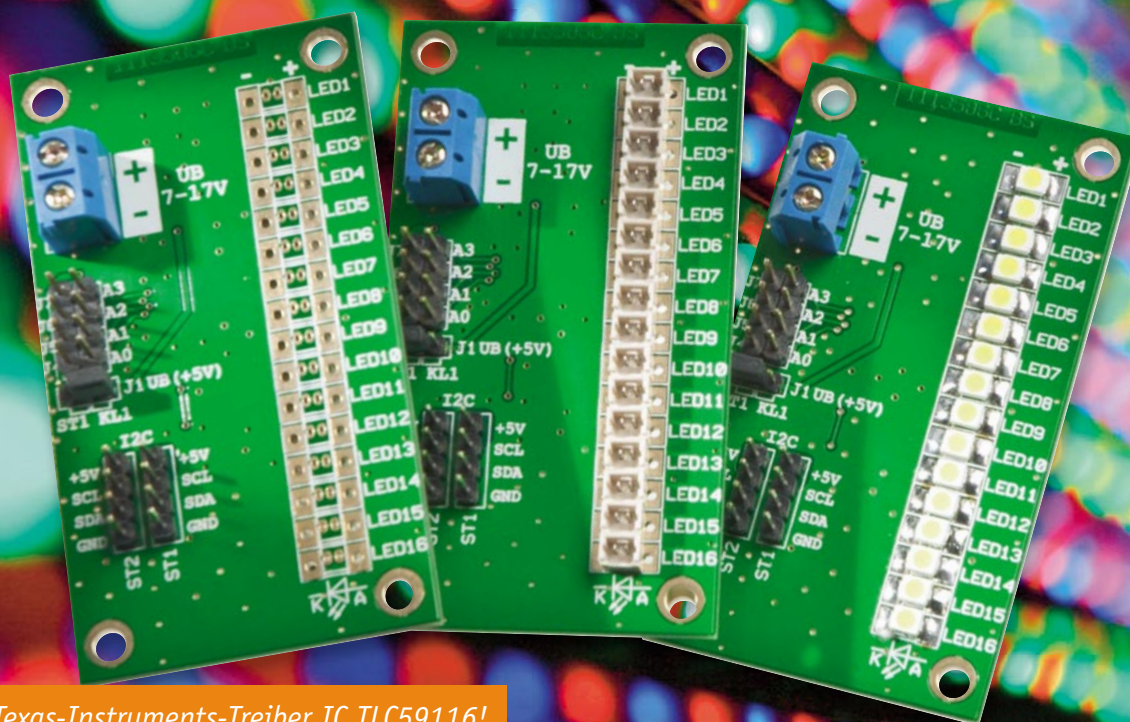

Bild 9: Einer von vielen personalisierten CAT-iq-Datendiensten: das Wetter am Wohnort des Autors
**Erfahrungen.** Die enorme Dienste- und Funktionsvielfalt des Gigaset S685 IP erfordert ein 200 Seiten starkes Handbuch, das leider nicht in gedruckter Form mitgeliefert wird. Die Beschreibungen sind systematisch und nachvollziehbar, aber eine gewisse Technikaffinität sollte der Power-User schon mitbringen. Über den Web-Konfigurator lässt sich das Telefon in allen Details am PC konfigurieren. Das kann über die feste IP-Adresse der Basis oder [www.gigaset-config.com](http://www.gigaset-config.com) erfolgen. Über letztgenannte URL lassen sich eine Vielzahl von Diensten auswählen und personalisieren, von der lokalisierbaren Wettervorhersage (Bild 9) über Nachrichten-RSS-Feeds (RSS: Rich Site Summary) bis zum multilingualen Übersetzer.